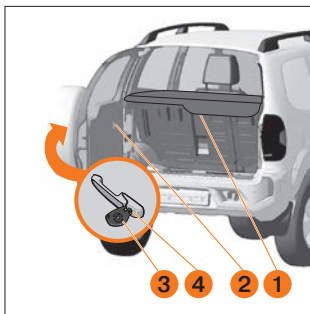

Рис. 10. Дверь багажного отделения
**Дверь багажного отделения** с боковыми петлями открывается за ручку **4** (рис. 10) и при необходимости может быть заблокирована только снаружи поворотом ключа **3** против часовой стрелки. За обивкой двери багажного отделения расположен бачок омывателя стекла двери багажного отделения, закрываемый сверху крышкой **2**. Полка **1** отделяет багажное отделение от салона. Для удобства пользования дверь багажного отделения имеет три фиксированных положения в открытом состоянии.